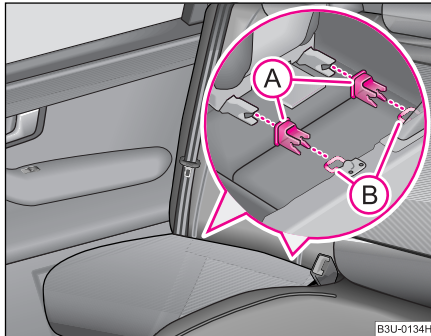

Abb. 124 Halteösen (ISOFIX-System)
- Stecken Sie die Aufnahmebohrer **(A)** auf die Halteösen **(B)** zwischen Rückenlehne und Sitzfläche ⇒ Abb. 124.